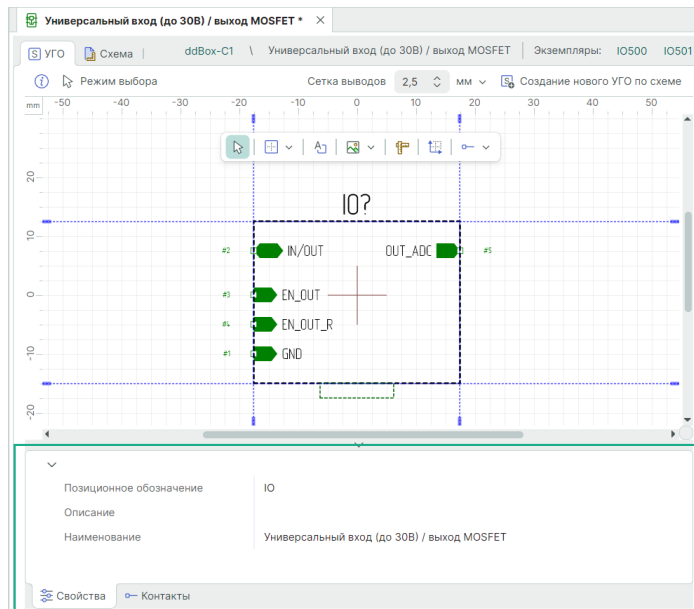

Рис. 273 Свойства блока
- Наименование – имя блока. Под этим именем блок отображается в иерархии проекта, см. Рис. 273.